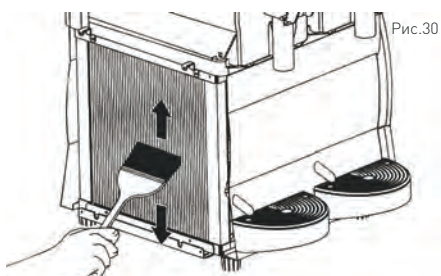

Рис.30
- 4) При помощи сухой щетки (не прилагается к устройству) удалите скопившуюся пыль. (Смотри: Рис. 30)